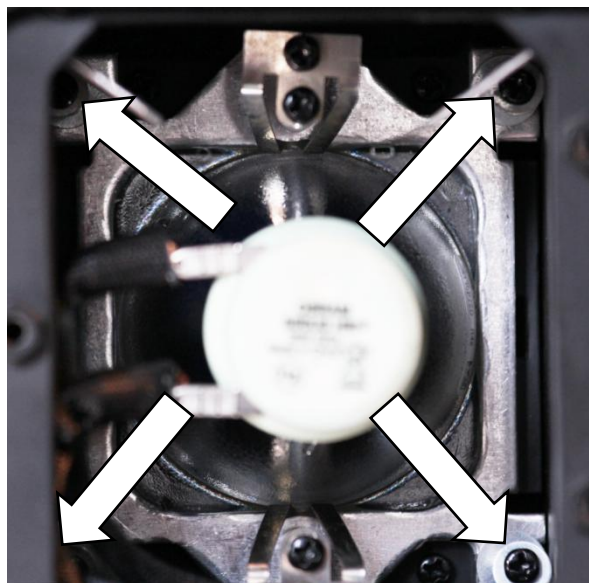

Afbeelding 5 - Lamp die uit de kop van de BTX-TITAN is verwijderd
- Verwijder de lamp uit de de kop van de BTX-TITAN (Afbeelding 5)